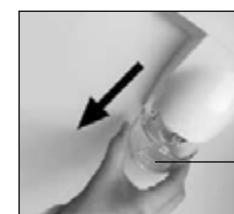

Рисунок 10
12.1 Для освітлення ХК передбачений світильник з лампою накалювання (див. рисунок 10, 11) або світлодіодний залежно від моделі холодильника.